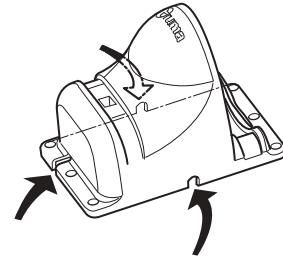

Abb. 52
- ⓘ Das Kabel kann je nach Einbausituation beliebig durch eine der drei Aussparungen (Abb. 52) aus dem Steckdosenhalter geführt werden.